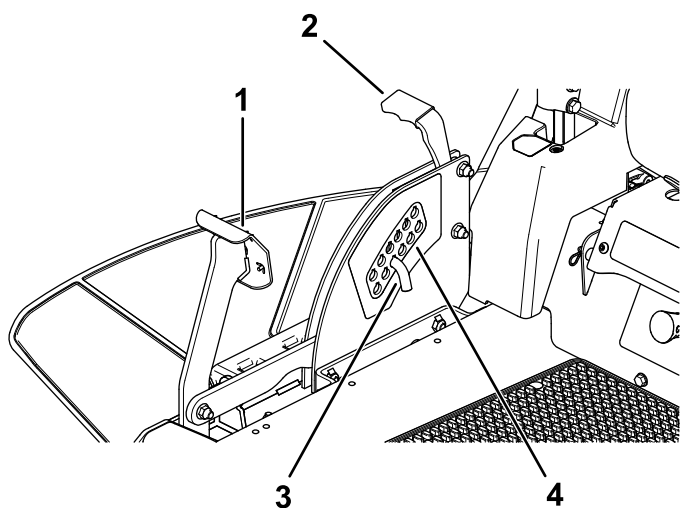

Рисунок 38
1. Нажмите на педаль подъема деки ногой и поднимите деку газонокосилки в фиксированное транспортное положение (также соответствующее положению высоты скашивания 114 мм), как показано на Рисунок 38.
2. Для регулировки положения извлеките штифт из кронштейна регулировки высоты скашивания (Рисунок 38).
3. Выберите отверстие в системе регулировки высоты скашивания, соответствующее требуемой высоте скашивания, и вставьте штифт (Рисунок 38).